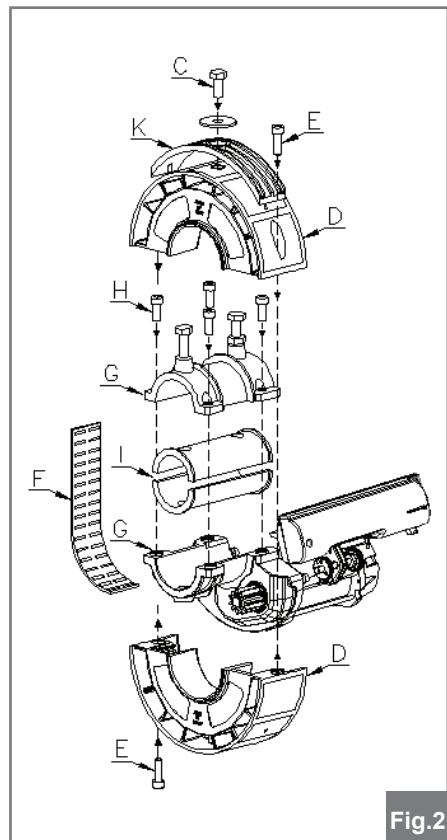

Fig.2
- 4) Desmontar la corona (**D**) desatornillando los dos tornillos M8 (**E**) como muestra la fig.2.
- 5) Extraer con delicadeza la faja de plástico con rodamiento (**F**) evitando fuertes pliegues que causen la caída de los rodamientos (Fig.2).
- 3) Remova o parafuso M10 (**C**) da coroa do motorreductor (ver fig. 2).
- 5) Remova cuidadosamente a correia de rolos (**F**) evitando dobragens que poderiam ocasionar a saída dos rolos, não sobre no sentido contrário (ver fig. 2).